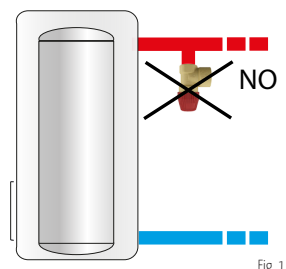

Fig. 1
- Installare la valvola in posizione verticale o orizzontale, ma non capovolta, per impedire che il deposito delle impurità ne pregiudichi il corretto funzionamento (fig.1).